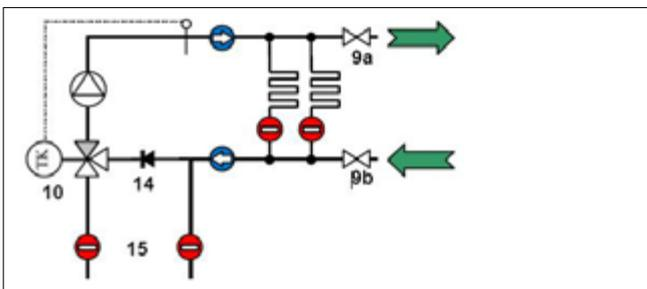

Fig. 8-3
5. Collegare il flessibile di carico alla valvola di carico/scarico sul ritorno (9b, Fig. 8-3) e il flessibile di scarico alla valvola di carico/scarico sulla mandata (9a, Fig. 8-3).